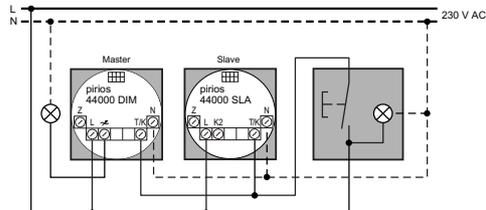
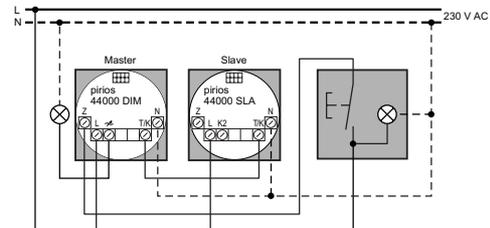

fig. 1 Funzione pulsante On/Eco-Off
fig. 3 Funzione pulsante Reinesco
2. Collegare l'attuatore (5) conformemente allo schema (fig. 1, fig. 3 o istruzioni per l'uso) e montarlo nella scatola ad incastro (6).
3. Togliere la protezione contro la polvere dalla boccola (4).
4. Porre il sensore (2) sull'attuatore (5) in modo da innestare gli spinotti a 8 poli (3) nella boccola (4) dell'attuatore.
8. Montare la calotta di protezione (1) sul sensore (2) (ruotando in senso orario fino all'innesto completo della chiusura a baionetta).